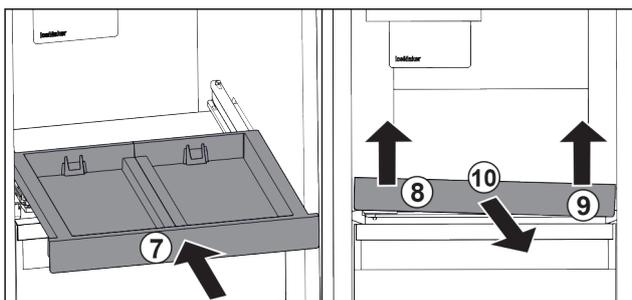

Fig. 43
- ▶ Auszugsbord einschieben. Fig. 43 (7)
- ▶ Auszugsbord vorne links anheben. Fig. 43 (8)
- ▶ Auszugsbord vorne rechts anheben. Fig. 43 (9)
- ▶ Auszugsbord nach vorne entnehmen. Fig. 43 (10)